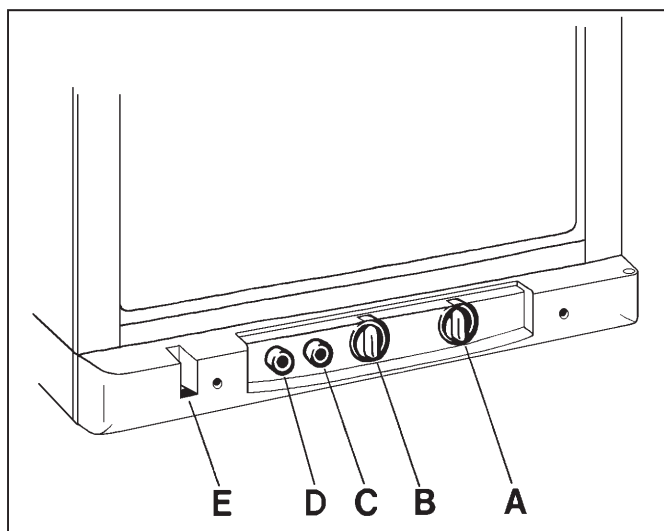

FIG. 1
Køleskabet kan køre enten ved 230 V eller ved gasdrift. Omstillingen foretages med betjeningsknapperne, der er placeret, som vist på fig. 1.
Alle henvisninger til fig. 1.
Alle henvisninger er for fig. 1. Efter at køleskabet er startet, varer det nogle timer, inden der bliver tilstrækkeligt koldt i skabet. Køleskabet er termostatstyret og termostatknappen (B) stilles normalt på 3-5. Hvis der ønskes koldere temperatur i skabet, indstilles på et højere tal.